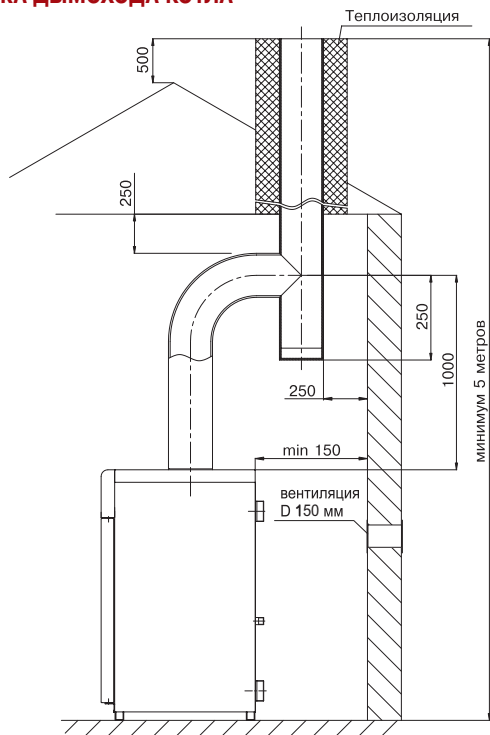

Рис. 4.
- 6.10. Устройство дымоход , к которому подключ ется котел, должно соответствов ть СП42-101-2003 «Общие положения по проектированию и строительству г зор спредельных систем» (см. рис. 4).